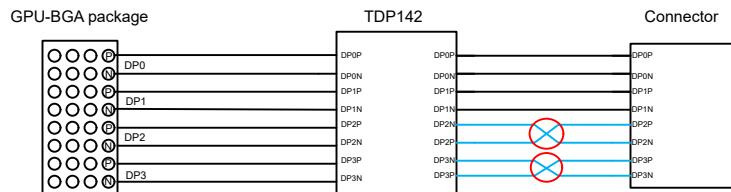
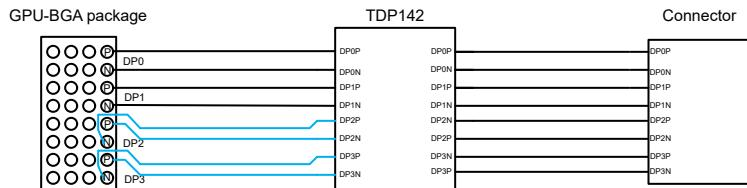

図 6-1. 出力側での信号交差
図 6-2. INDP2 と INDP3 の極性スワップ
- デバイスの出力ピンとコネクタとの間の順序が一致していないため、レイアウトでは OUTDP2 と OUTDP3 で信号が交差する可能性があります。設計の 1 つは、GPU が BGA パッケージの場合にデバイスの入力で極性をスワップすることです。これにより、使用するビアの数を最小限に抑えることができます。図 6-1 と 図 6-2 を参照してください。